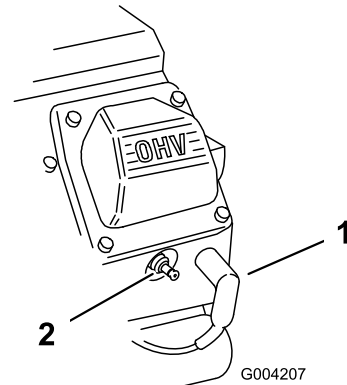

図 164
2. 点火プラグのコードが抜けているのを確認する 図 164。